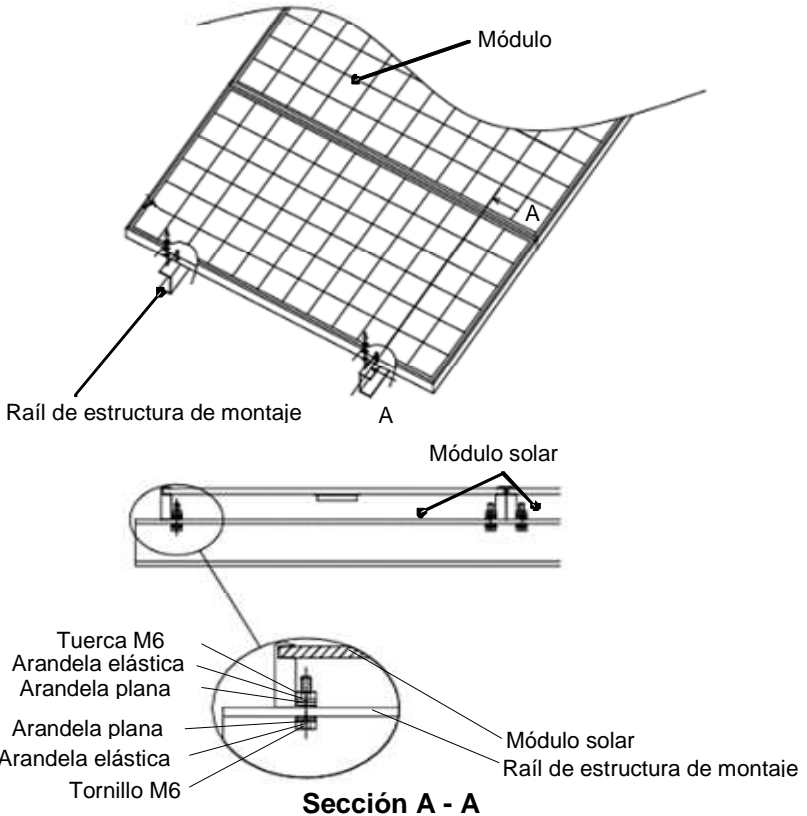

Figura 1: Instalación
- Le recomendamos los métodos de instalación mostrados en la figura 1. En algunas áreas, la normativa eléctrica local puede regir la instalación y el uso de los módulos FV.